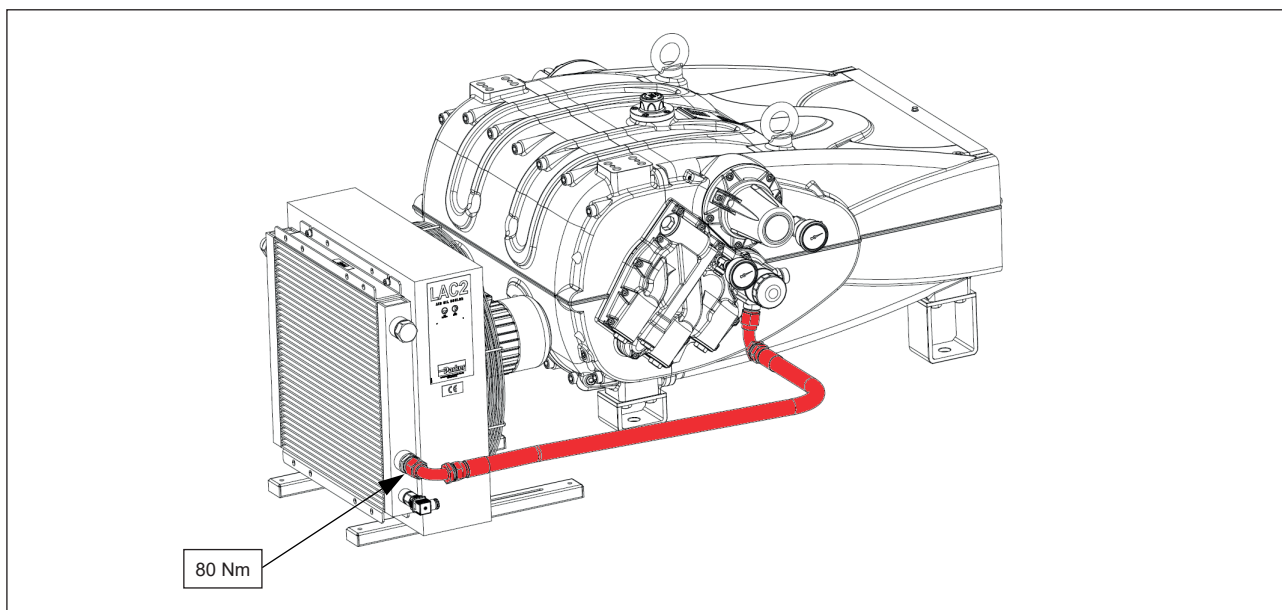

Fig. 15
2. Collegare il primo tubo mediante la curva a 90° al raccordo posizionato in ingresso dello scambiatore, situato sul lato in basso dello stesso (vedi Fig. 15). Serrare a coppia di 80 Nm.